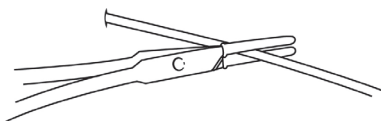

Fig. 1
1. Προετοιμάστε την περιοχή. Αποκλείστε σφικτά τον καθετήρα κοντά στην είσοδό του στο δέρμα, με λαβίδα με ελαστική επικάλυψη των σιαγόνων. (Fig. 1)